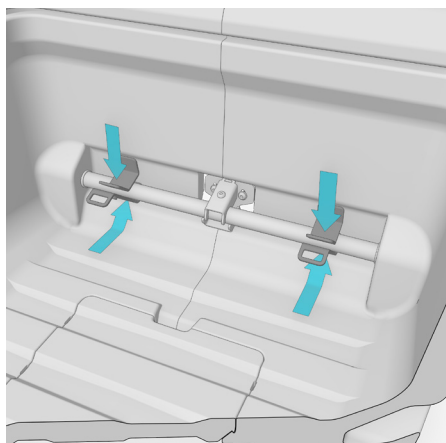

Abb. 3
Die Anbindung wird nun mit Hilfe des kurzen Blechs ③ und der Knebelschraube ④ mit der Rail verklemmt. Die Unterlegscheiben werden unter den Knebelschrauben oberhalb des kurzen Blechs platziert. Die Verschraubung nur lose anziehen, sodass eine Ausrichtung weiterhin möglich ist (Abb. 3 und 4).